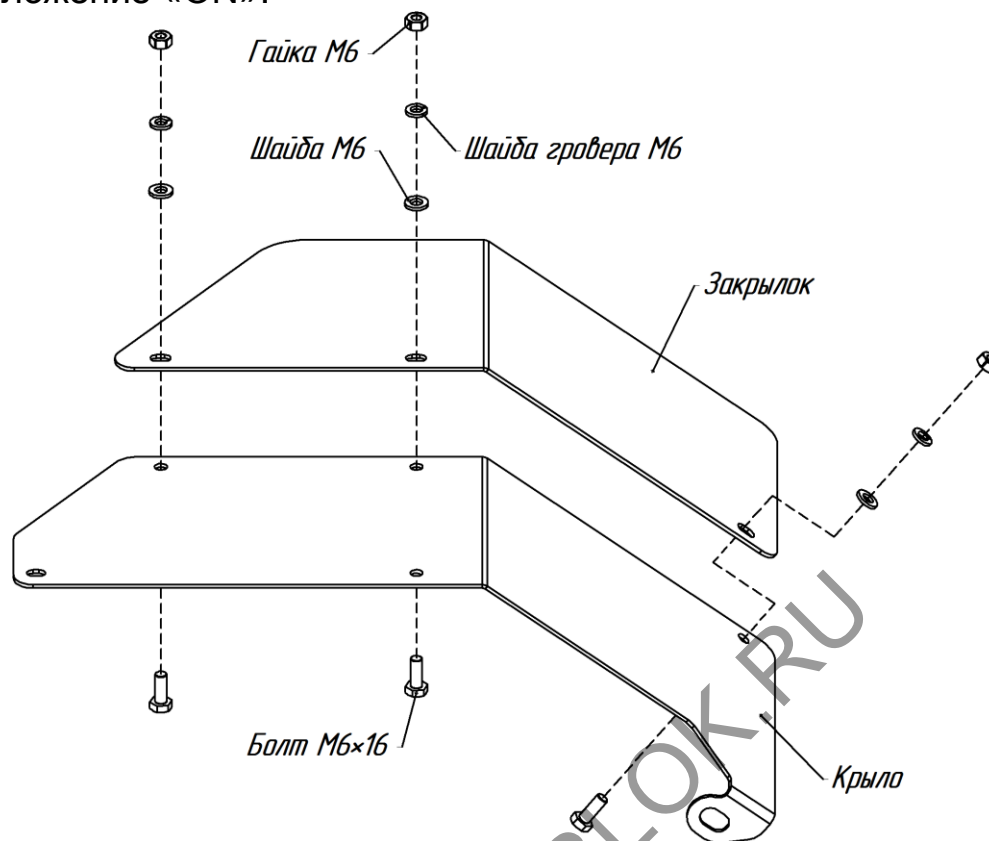

Рис.8 Схема крепления закрылков (дополнительных крыльев)
29. Защитные устройства и щитки должны быть установлены на соответствующие места и надежно закреплены с помощью исправного стандартного инструмента (рис.8).
10. При работе с фрезами-культиваторами необходимо установить закрывки (рис.8).